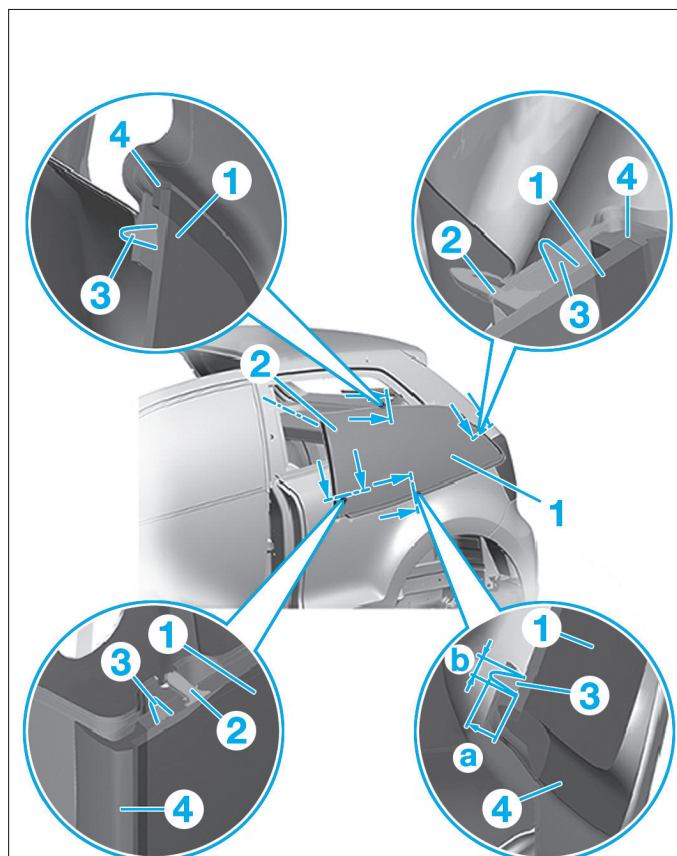

FIG. 11
- Reposer la glace latérale en respectant les valeurs (Fig.11).